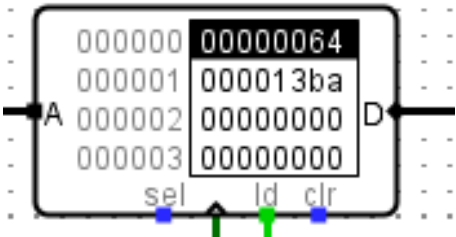

图 10 查看结果为 0x13ba
4) 修改参数 n 为 0x64 时, 得到结果为 0x13ba。如图 10 所示。